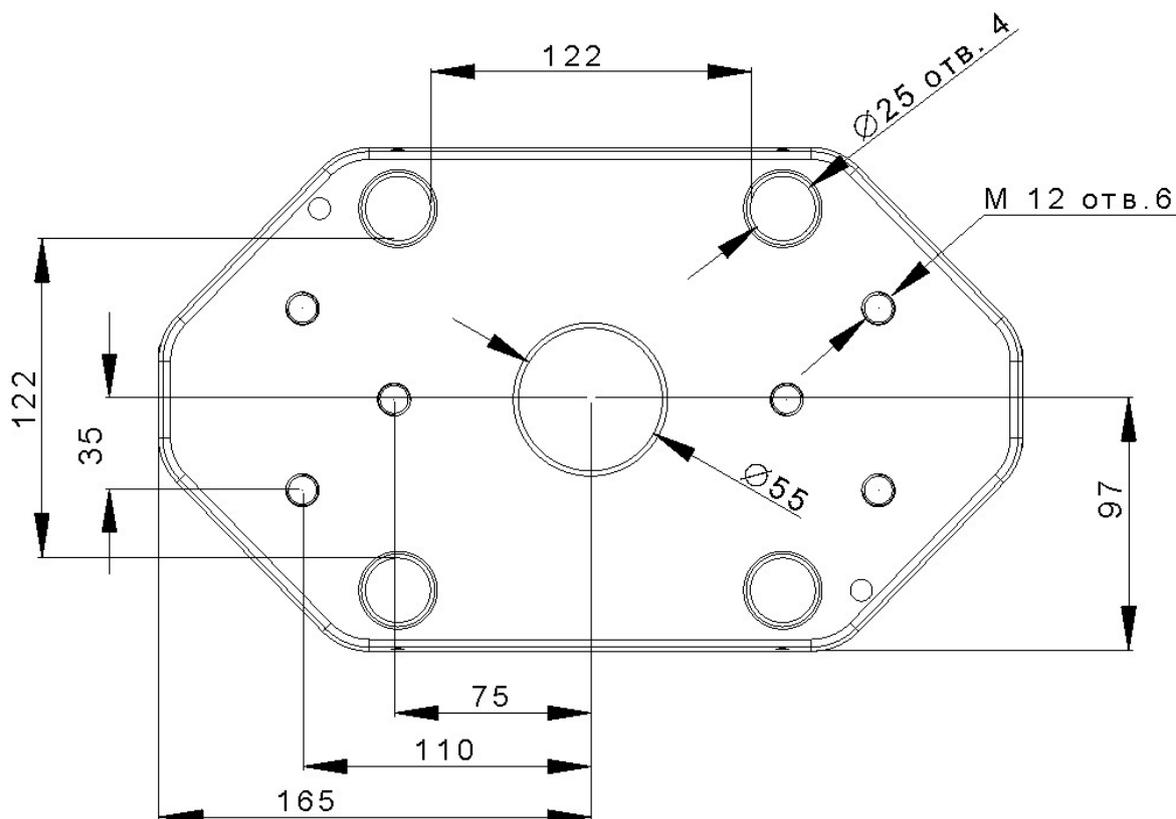
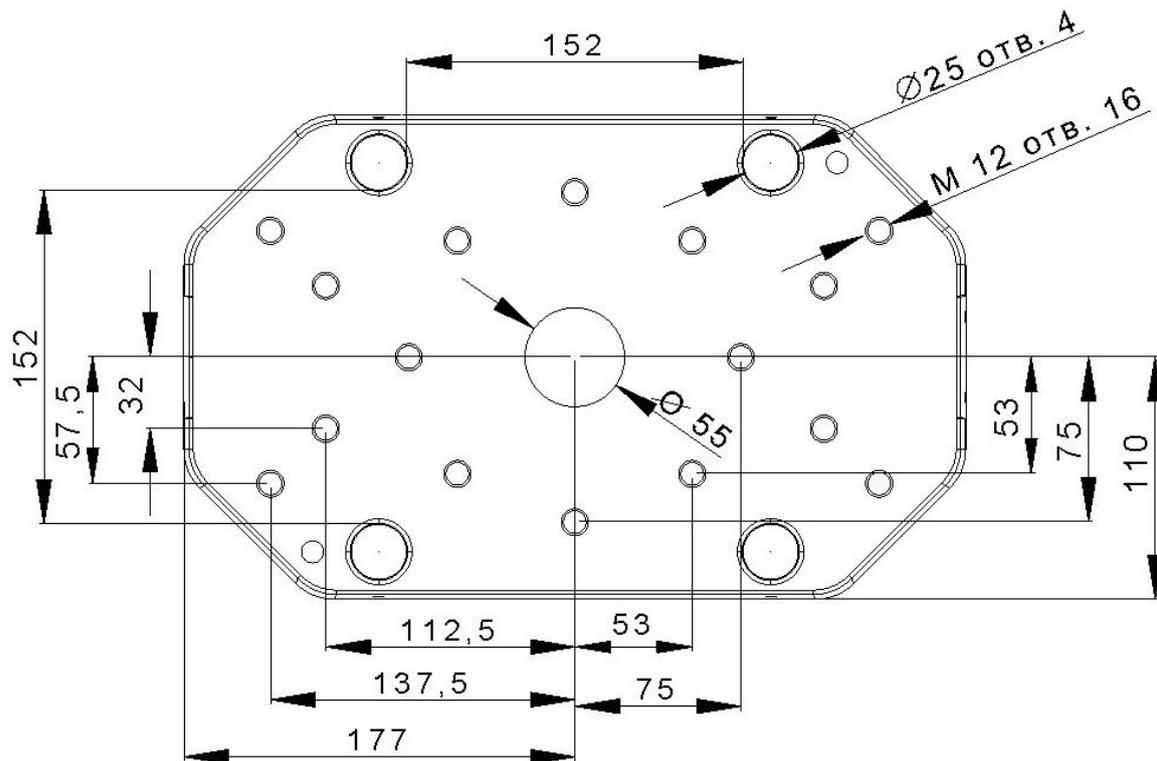
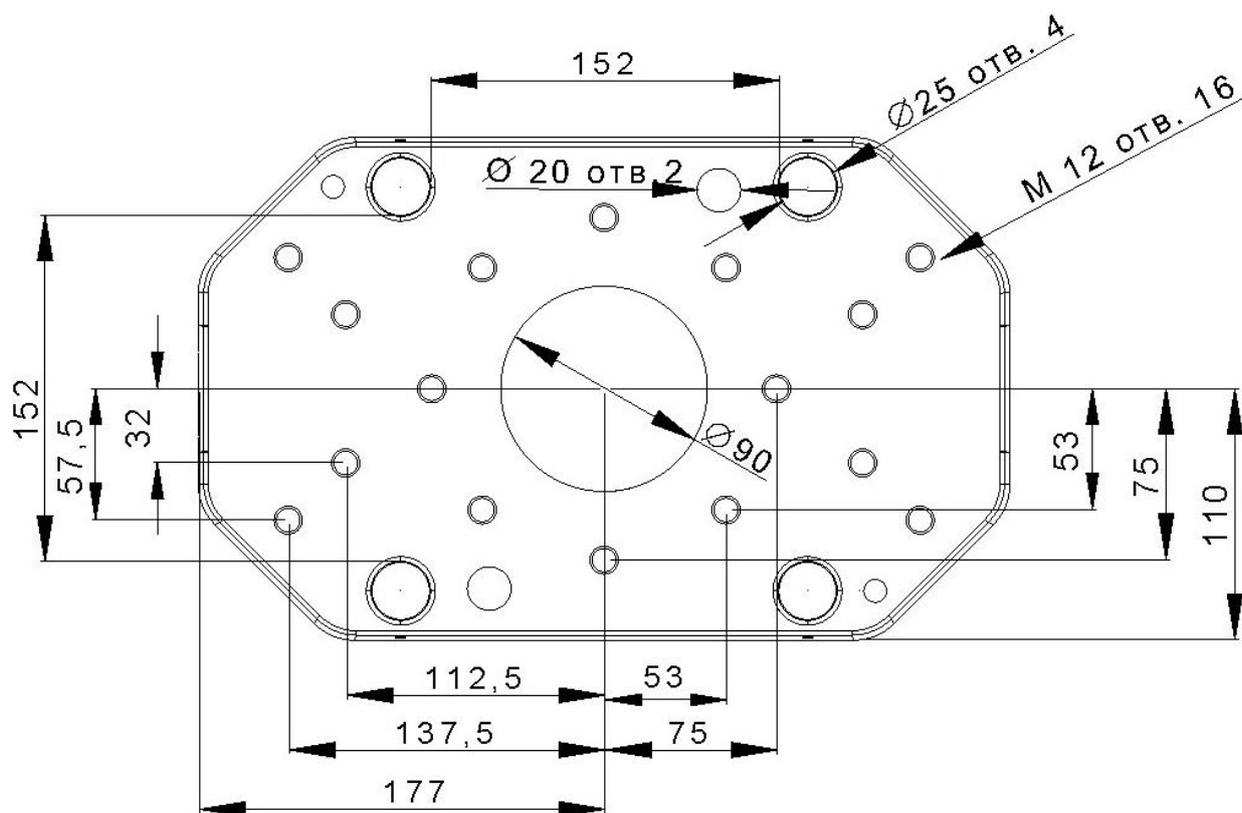

Рис. 2.2 – Плита крепления пресс-форм (левая) для «Formolder IMS-55»
Рис. 2.4 – Плита крепления пресс-форм (левая) для «Formolder IMS-110» и «Formolder PRO 110/150»
Рис. 2.5 – Плита крепления пресс-форм (правая) для «Formolder IMS-110» и «Formolder PRO 110/150»
- размеры отверстий для крепления пресс-форм станков «Formolder IMS-110» и «Formolder PRO 110/150» (рис. 2.4) и (рис. 2.5).
Приводной механизм рычажной системы (п. 3.1) способствует движению плиты крепления пресс-форм (левой) (рис. 2.2 и рис. 2.4) к противоположной крепежной плите.